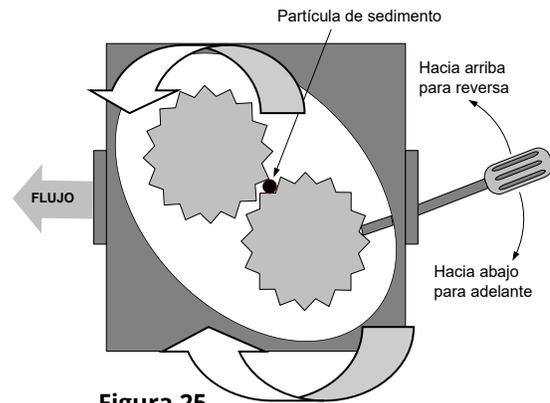

Figura 25
3. Use un destornillador para girar manualmente los engranajes (consulte la Figura 25).